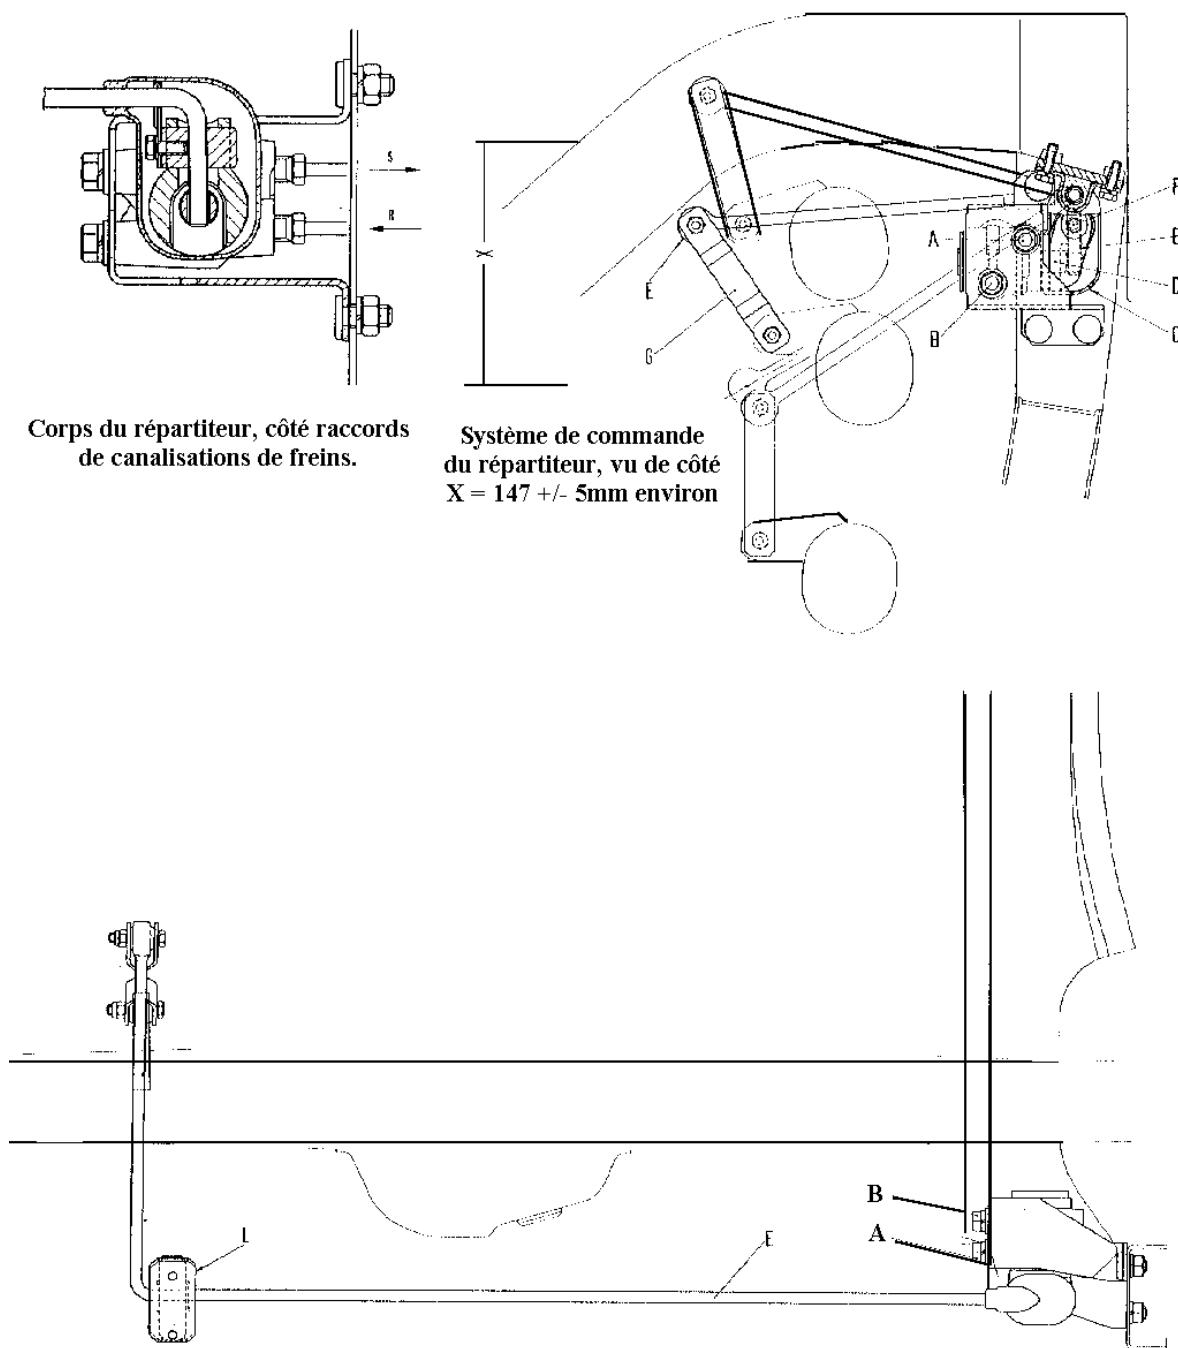

Fig 3. Schéma de montage et de réglage du répartiteur de freinage.
Fixer le répartiteur sur son support au moyen des deux vis A et B (voir fig3), sans les serrer à bloc, afin de permettre de réglage comme cela est prévu dans le chapitre qui suit.
Amener l'extrémité de la barre (E, fig3) à 147 ± 5 mm du soubassement de coque, puis soulever le protecteur (C) et faire tourner le répartiteur sur les vis (A) et (B) jusqu'à, ce que l'extrémité opposée (E) vienne à toucher légèrement le piston (D) saillant du répartiteur.